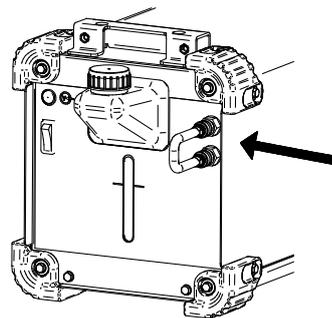

Figura 6.
- Enchufe las mangueras provistas de conectores de acople rápido (añadido al equipo) en los conectores de entrada y salida del enfriador (figura 6).